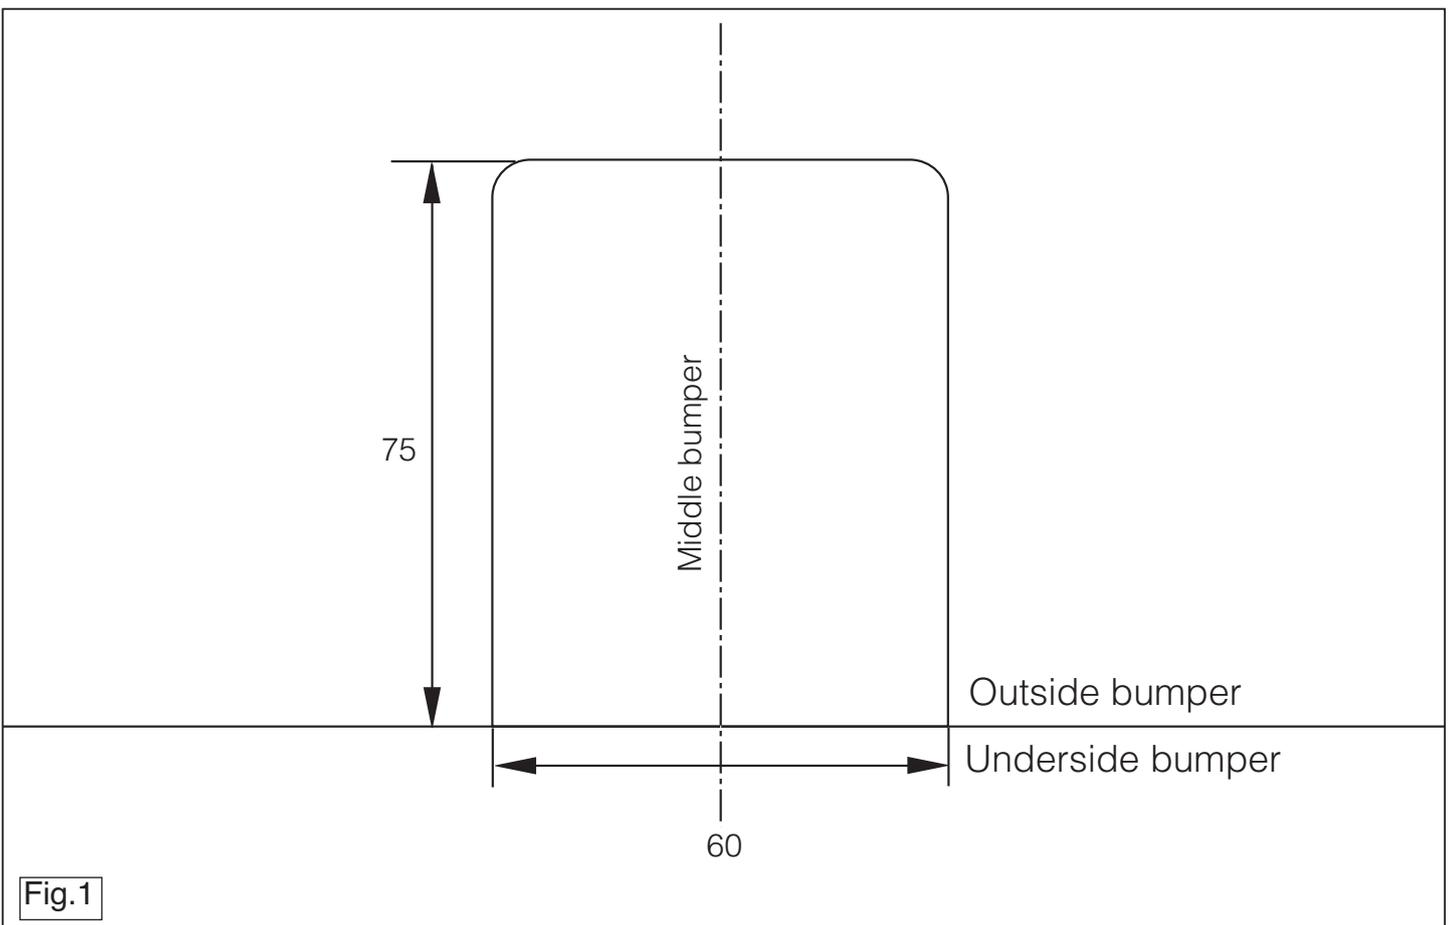

Fig.1
2. Saw a section out of the middle of the underside of the bumper as shown in fig 1.
2. Scier au centre de la partie inférieure du pare-chocs une partie correspondant à la figure 1.
2. Auf der Unterseite der Stöbstanze einen Teil aus der Mitte gemäß Abbildung 1 herausschneiden.
2. Sav en del ud af kofangeren midt på undersiden jf. fig. 1.